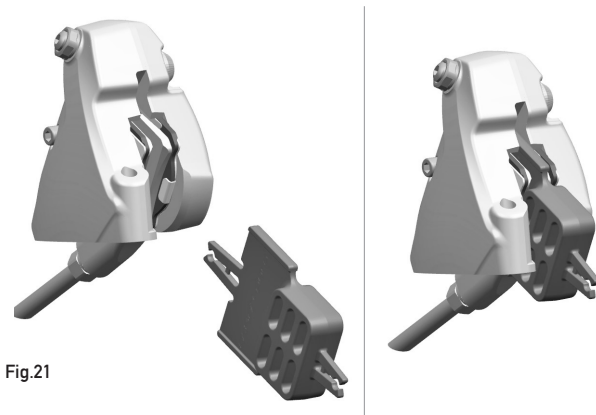

Fig.21
- Nel caso in cui dobbiate smontare le ruote dalla bicicletta, assicuratevi di aver inserito l'attrezzo per il trasporto (Fig. 21) che impedisce, in caso di azionamento accidentale delle leve freno, l'avvicinamento delle pastiglie del freno e quindi l'impossibilità di inserimento del disco.